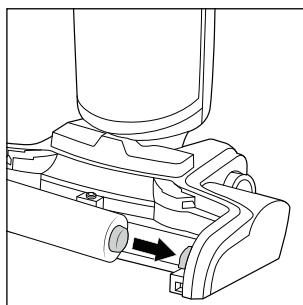

Rys. 37
- ◆ Pozostaw wałek szczotkowy **6** i osłonę przeciwbrzegową **7** do całkowitego wyschnięcia, zanim je ponownie zamontujesz w urządzeniu (patrz rys. 37).